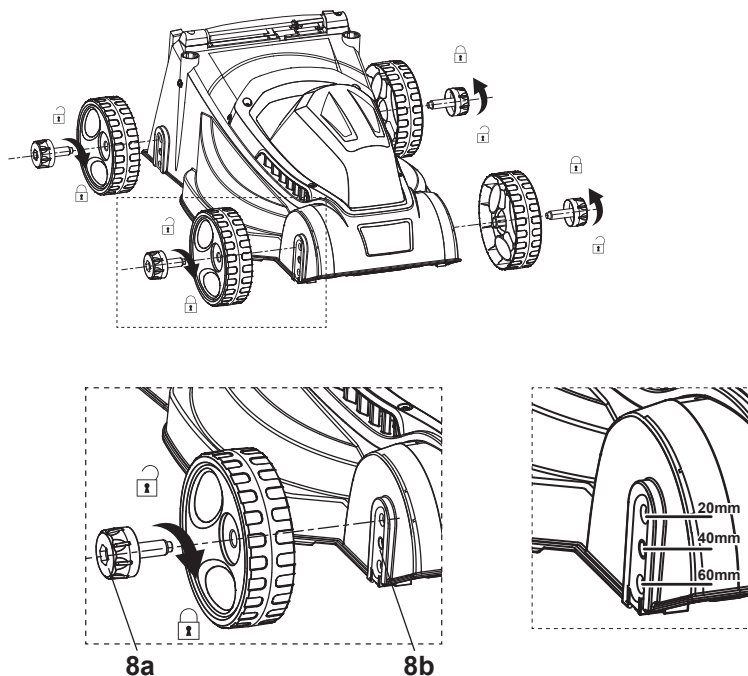

Fig. 10
1. Suelte la palanca de arranque (16) y desenchufe el producto de la alimentación eléctrica antes de ajustar la altura de las ruedas.
2. Afloje la perilla con el perno (8a) y quítelos junto con la rueda (8).
3. Alinee el orificio del eje de la rueda (8) con el orificio de ajuste de la altura que desee en la placa de montaje (8b) y apriete la perilla (8a) (fig. 10).
4. Repita el ajuste de la altura para las otras tres ruedas (8) (fig. 10).